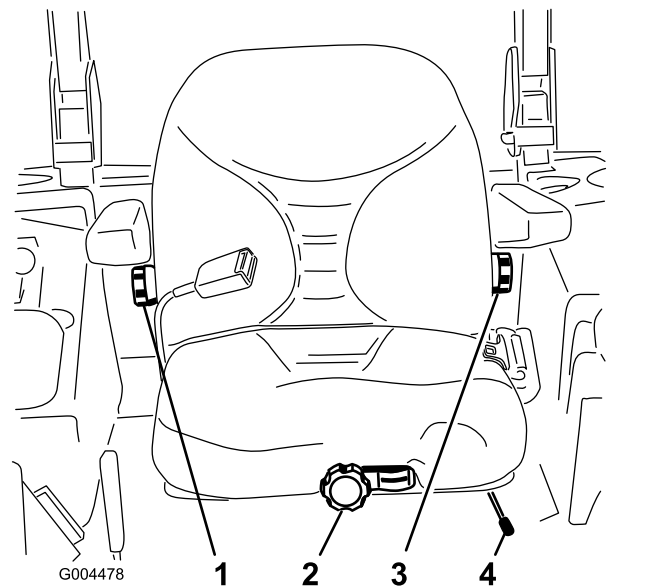

Figura 15
1. Il sedile si regola spostando da un lato la leva per sbloccarlo (Figura 15).
A sedile vuoto, girate la manopola anteriore nella direzione opportuna, fino ad ottenere il migliore comfort (Figura 15).
Per regolare lo schienale del sedile, girate nella direzione opportuna la manopola situata sotto il bracciolo destro, fino ad ottenere il migliore comfort (Figura 15).
Per regolare lo schienale del sedile, girate nella direzione opportuna la manopola sotto il bracciolo sinistro, fino ad ottenere il migliore comfort (Figura 15).